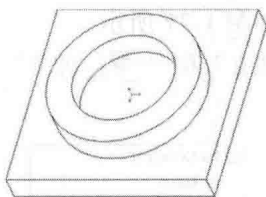

图 1-15 创建旋转特征
(25) 单击“确定”按钮, 在操控板中选取“实体”按钮, 深度类型选“盲孔”选项 , 角度为 360° 。
(26) 单击“确定”按钮, 创建旋转特征, 切换成标准方向视角后如图 1-15 所示。